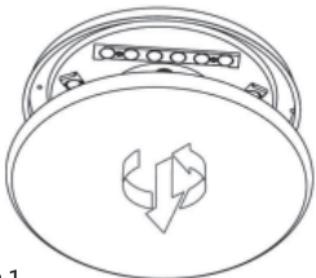

fig.1
- 1. fig. 1:** Remova a cúpula da placa de base (sistema de trava de baioneta).